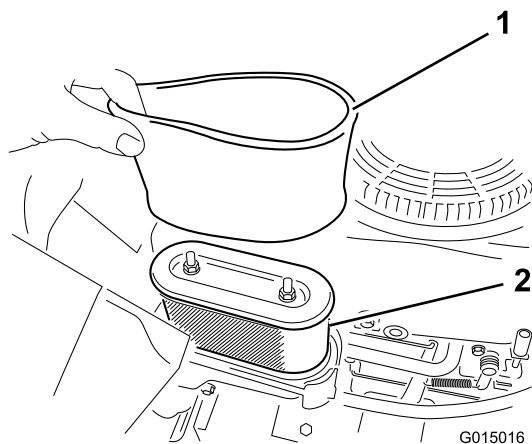

Figure 27
5. Sortez les éléments en papier et en mousse du boîtier du filtre à air avec précaution (Figure 27).
1. Montez l'élément en mousse sur l'élément en papier (Figure 27).